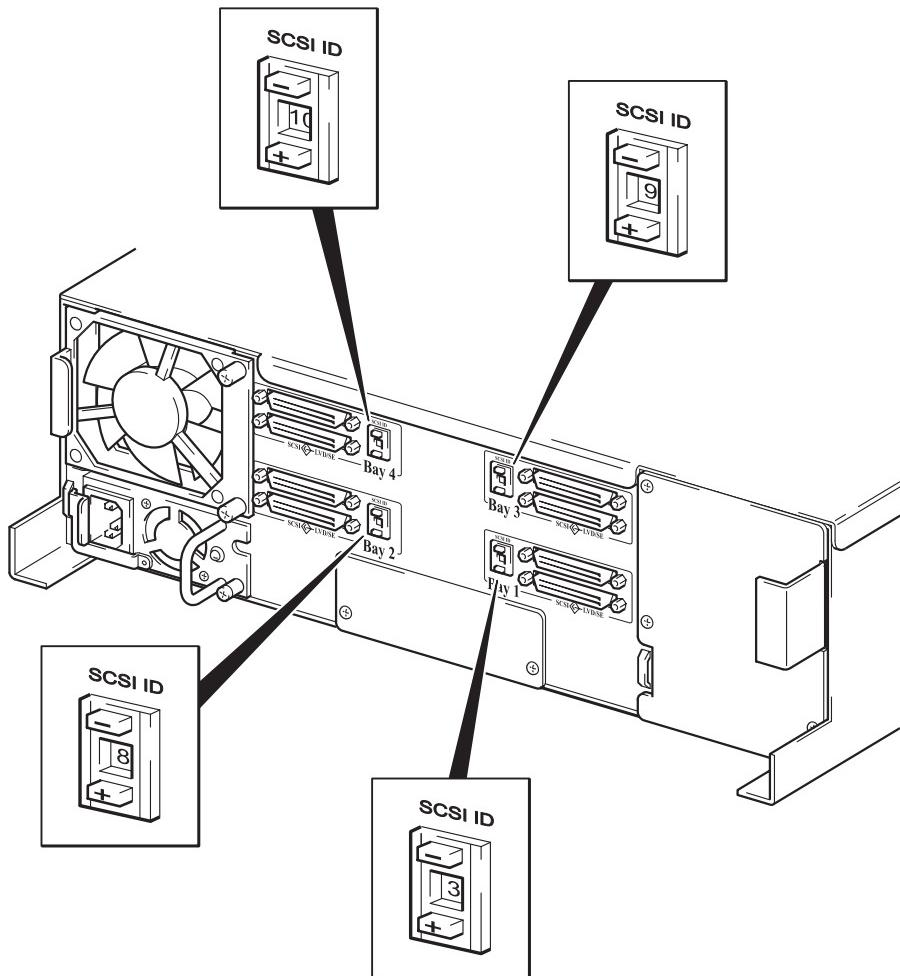

図 2:SCSI ID の設定
- 2 図 2 のように、スイッチを正しく設定します。デバイスをディジー・チェーンにする場合は、それらのデバイスが同じ種類の SCSI であり、同じ SCSI バス上の各デバイスが固有の SCSI ID を持っていることを確認します。同じ SCSI バスで 3 台以上のデバイスをディジー・チェーンしないでください。